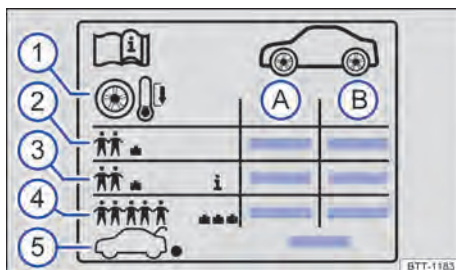

Fig. 180 Etiqueta con las presiones de los neumáticos
Indicaciones en el adhesivo de la presión de los neumáticos → fig. 180:
- Adecuar la presión de los neumáticos según la carga del vehículo → fig. 180 ③.